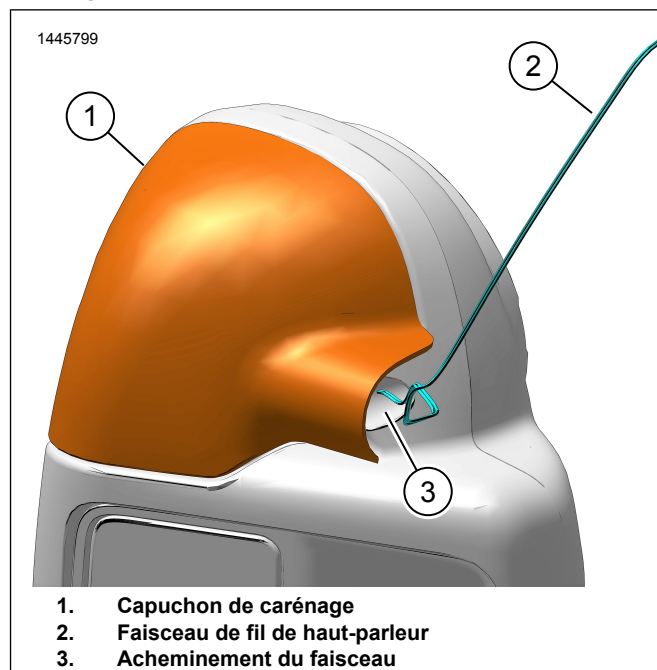

Figure 13. Acheminement du faisceau électrique
3. Voir la Figure 13. Installer le capuchon du carénage inférieur (2).